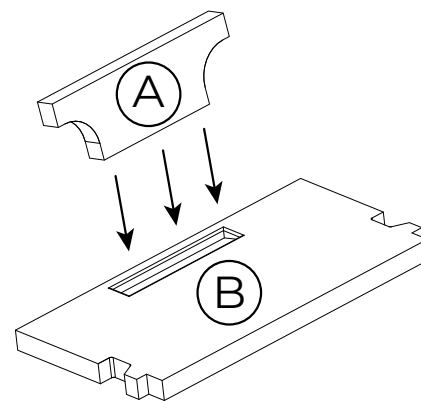

Fig. 7.6
Remarque : le déflecteur supérieur (A) est situé dans une rainure du déflecteur inférieur (B), comme indiqué sur la Fig. 7.6.